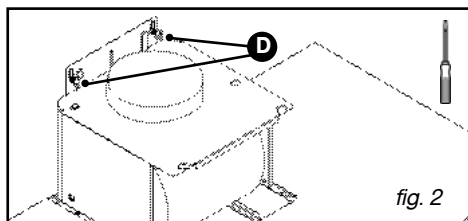

fig. 2
- Accrochez la hotte aspirante aux deux vis (D/fig. 2).